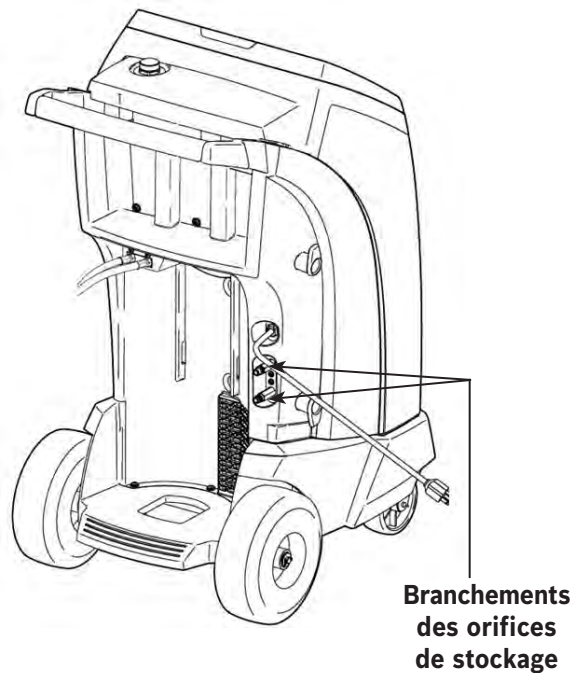

Figure 3
2. Raccordez les tuyaux de service aux branchements des orifices de stockage de la machine comme illustré à la Figure 3.
3. Suivez les invites pour continuer. Si le système est équipé d'un compresseur électrique à l'huile POE, vidangez toute l'huile résiduelle des tuyaux. Suivez les invites pour brancher les tuyaux de service aux orifices de stockage et ouvrez les vannes de couplage. Voir "Figure 3" on page 20. Si vous poursuivez, le processus de rinçage des tuyaux démarre. Dès que cette opération est terminée, passez au processus de charge.